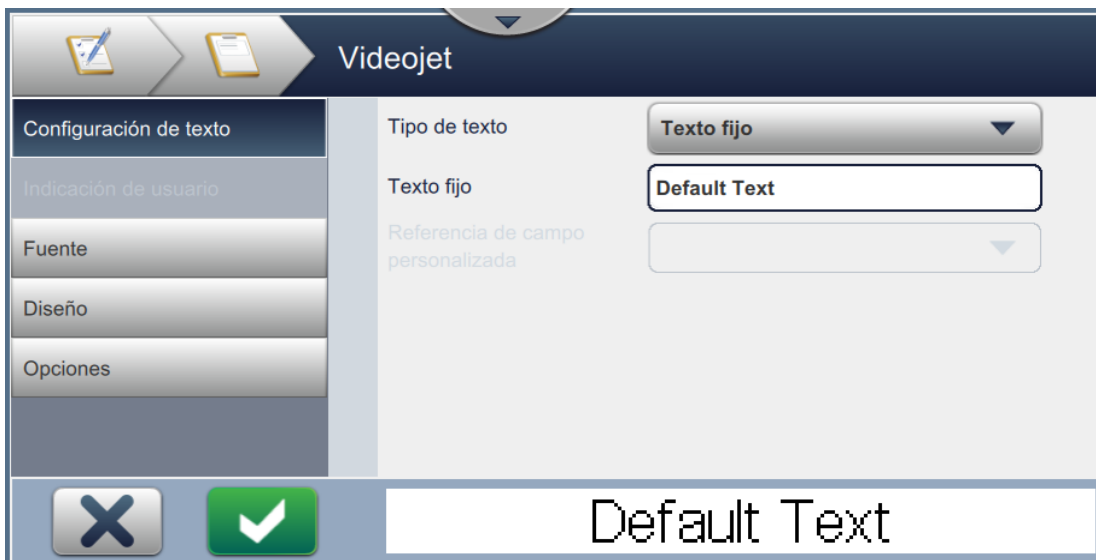

Figura 5-5: Pantalla Ajustes de campos
8. Cambie los parámetros según sea necesario en la pantalla de configuración para el campo seleccionado, como se muestra en la Figura 5-5. Pulse el botón para guardar el formato requerido del campo.